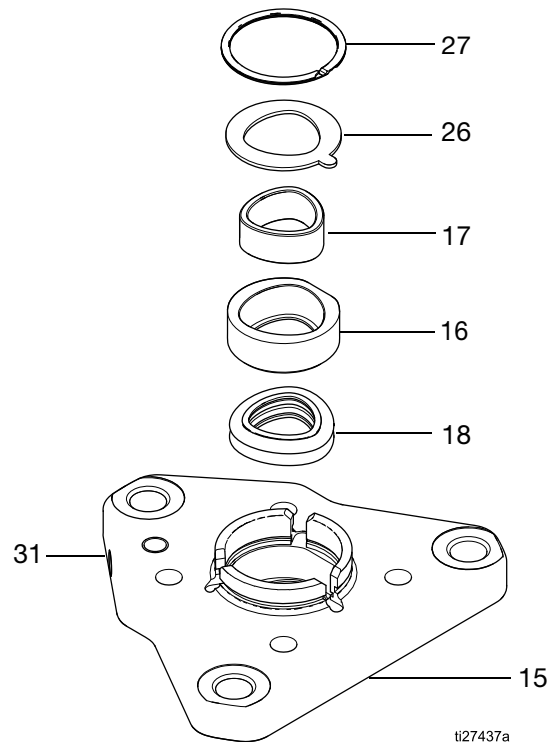
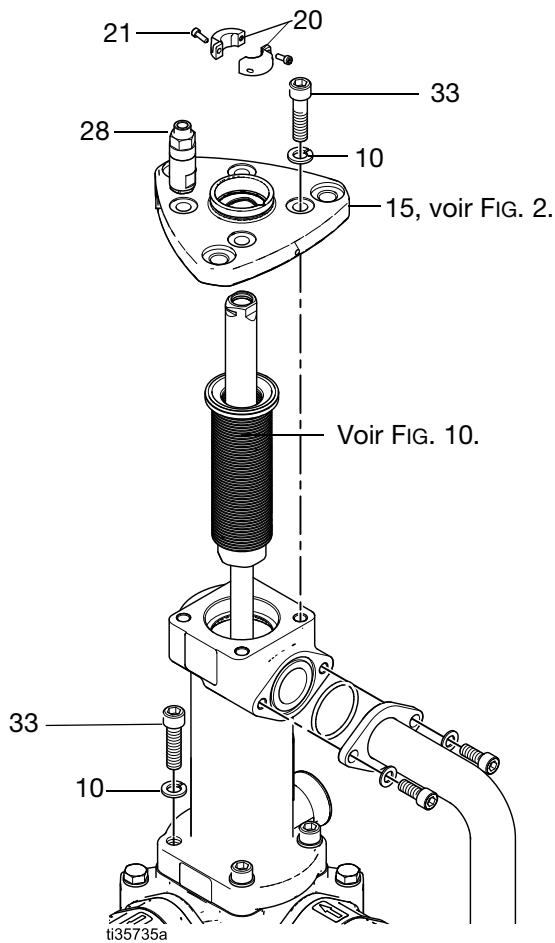

FIG. 2. Ensemble de plaque supérieure
FIG. 8. Démontage et remontage de la section des soufflets
1. Enlevez l'anneau de retenue (20) en retirant les vis (21).
2. Sortez les quatre vis à tête (33) et les rondelles d'arrêt (10) du plateau supérieur (15).
3. Soulevez avec précaution la plaque supérieure (15) de la chambre des soufflets (13). Maintenez la plaque supérieure (15) à niveau.
REMARQUE : Consultez la FIG. 2, page 8. Le circlip (27), la rondelle de retenue (26), le boîtier de roulement (16), le roulement (17) et le joint de secours (18) sont emboîtés dans la plaque supérieure et glissent avec la plaque supérieure (29).
4. Si le soufflet est défectueux, retirez également la vanne de purge (28) de la plaque supérieure. Nettoyez l'acheminement du fluide s'il est obstrué.
Consultez la FIG. 2, page 8.
- Installez l'ensemble de plaque supérieure (15) (voir FIG. 2, à la page 8) sur l'ensemble des soufflets (14), en alignant les formes du manchon à soufflets (22) et le joint de secours (18). Pour obtenir l'orientation souhaitée, effectuez une rotation par incréments de 90° en alignant les trous de boulon.
2. Fixez le boîtier inférieur (8) dans un étau.
3. Enlevez l'anneau de retenue (20) en retirant les vis (21).
4. Sortez les quatre vis à tête (33) et les rondelles d'arrêt (10) du plateau supérieur (15). Cela permet de faire pivoter l'ensemble des soufflets avec l'ensemble de plaque supérieure. Consultez la FIG. 8, page 12.
5. Soulevez avec précaution la plaque supérieure (15) de la chambre des soufflets (13). Lors du retrait, maintenez la plaque supérieure (15) à niveau.
REMARQUE : Consultez la FIG. 2, page 8. Le circlip (27), la rondelle de retenue (26), le boîtier de roulement (16), le roulement (17) et le joint de secours (18) sont emboîtés dans la plaque supérieure et glissent avec la plaque supérieure (15).
6. Retirez le circlip (27), la rondelle de retenue (26), le boîtier de roulement (16), le roulement (17) et le joint de secours (18) de la plaque supérieure (15). Consultez la FIG. 2, page 8.